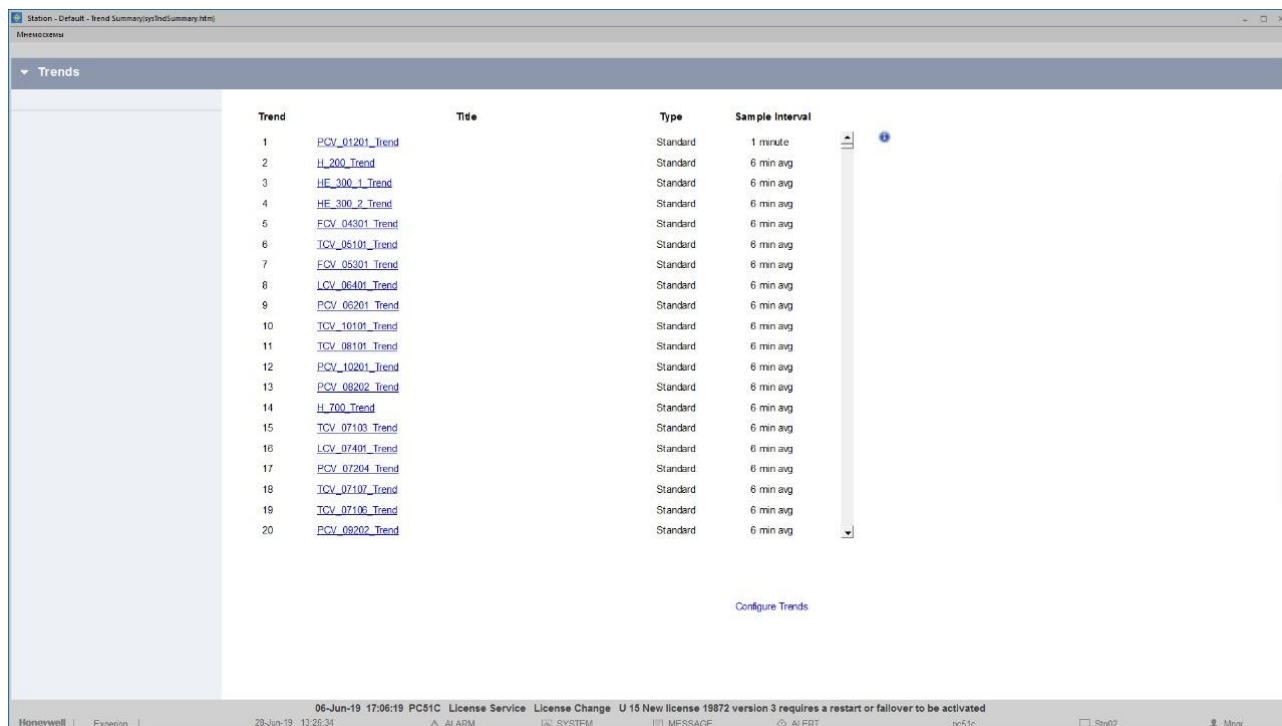

Рисунок 38 - Окно выбора тренда
1. На любом из окон в верхней части нажмите кнопку Тренды. Произойдет переход на окно выбора тренда (Рис.38). В системе заранее сконфигурированы тренды по всем исполнительным механизмам и датчикам.;